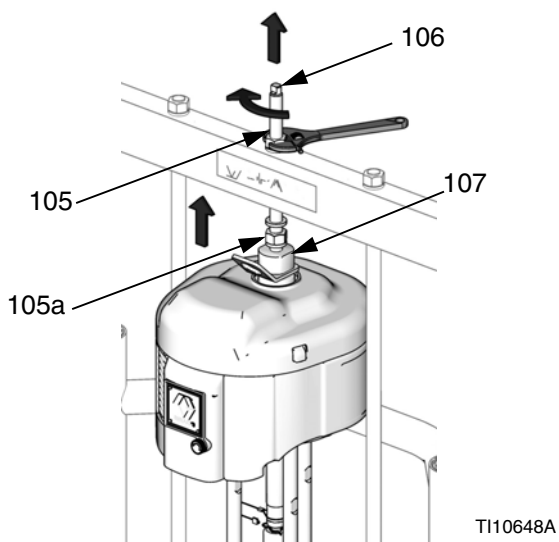

Рис. 21
гайку (105) на верхнем конце штока плунжера и поднимите пневмодвигатель. См. Рис. 21, стр. 20. Навинтите гайку (105) вверх и затяните ее под штоком плунжера. Затяните гайку (105) под поперечиной до момента не более 25 футо-фунтов (34 Н•м).